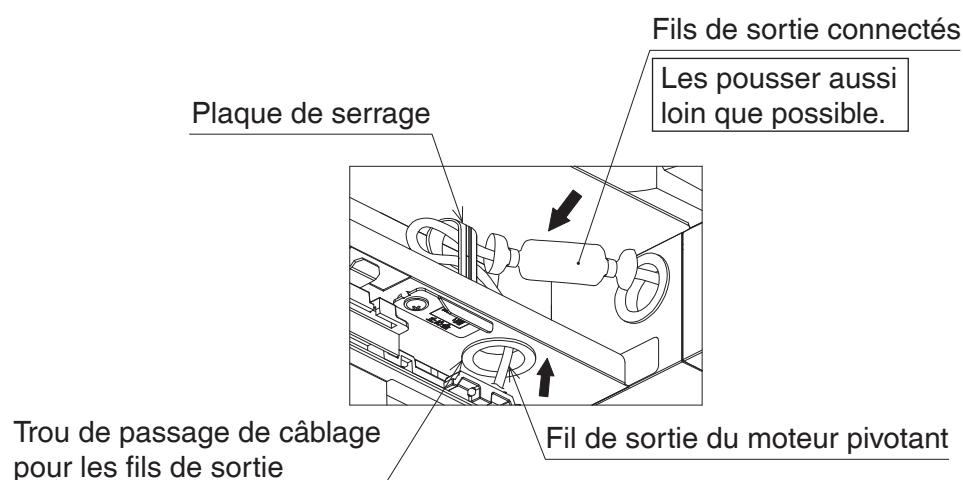

Figure 21
6. Après avoir fait passer les fils de sortie du moteur oscillant par le trou de passage des fils de sortie (Reportez-vous à la **Figure 21**), faites passer le fil de sortie du moteur oscillant par le tube en verre (grand) (4). Puis connectez le faisceau avec relais (grand) (3) au fil de sortie du moteur oscillant. (Reportez-vous à la **Figure 22**.)
8. Poussez les fils de sortie du moteur oscillant et du capteur dans la position indiquée à la **Figure 21** et fixez-les avec une plaque de serrage. (Reportez-vous à la **Figure 21**.)